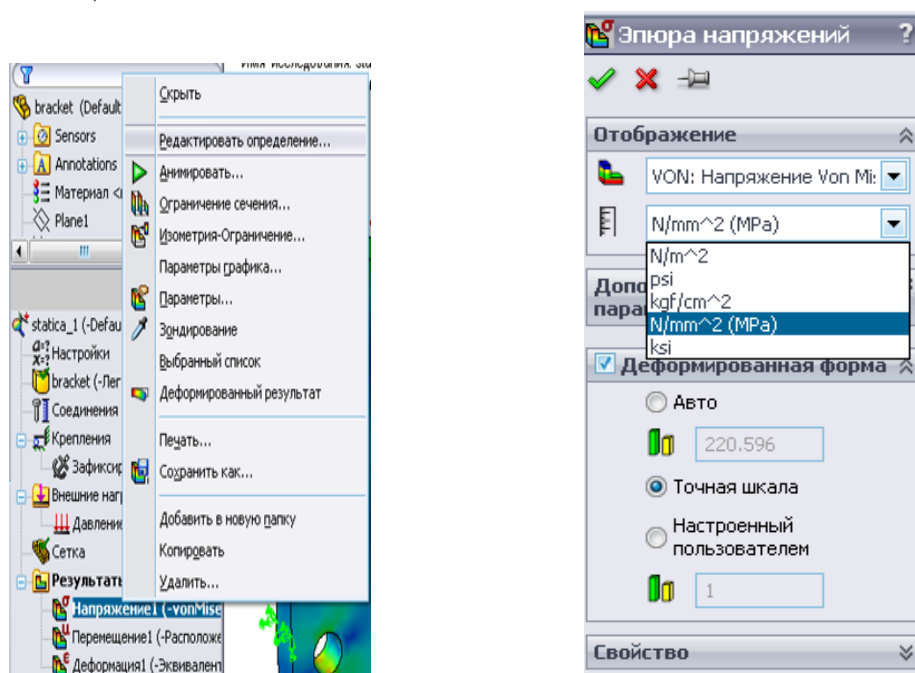
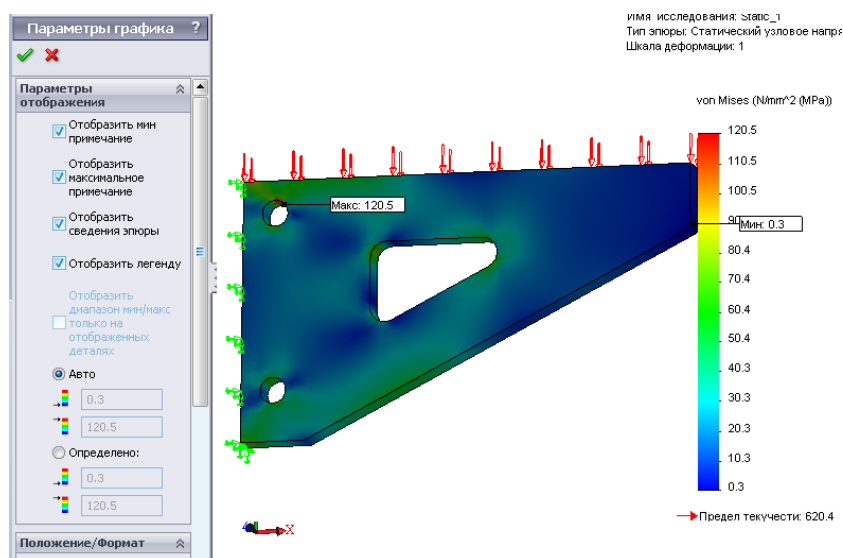

Рисунок 1.8 – Выбор параметров величин
Рисунок 1.9 – Изменяем параметры графика
6. Выберем вкладку **Static_1**, затем в дереве исследования **Simulation** нажмем правой кнопкой мыши на **Static_1** и выберем **Запуск**. Просматриваем результаты, изменяем параметры величин и параметры графика (рис. 1.8, рис. 1.9)